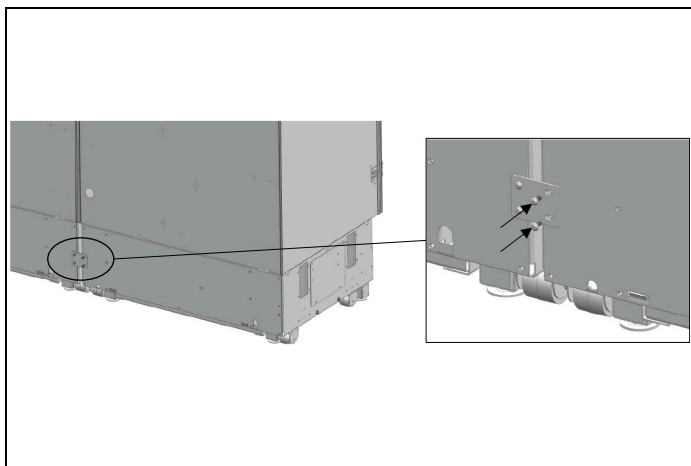
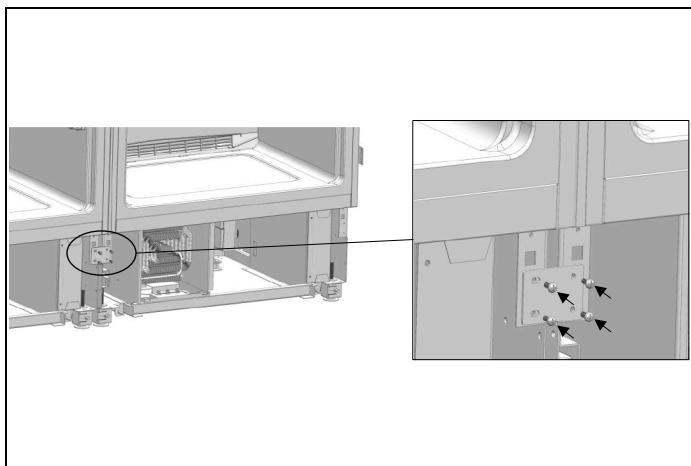

Fig. 111
Fig. 112
- När kylskåpen är korrekt inriktade, säkra anslutningsfästena på baksidan (Fig. 111 ) och framsidan (Fig. 112 ), vilket förbinder de två kylskåpen.